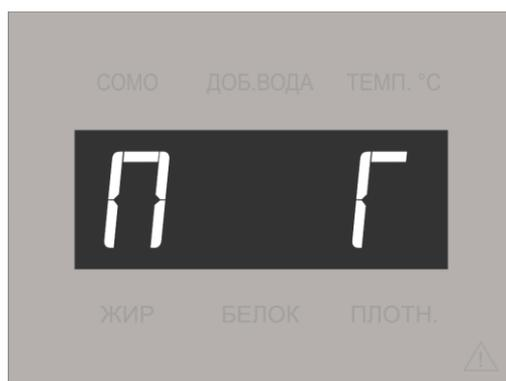

Рисунок 2.12 – Анализатор находится в режиме подкалибровки.
2.6.2.2 Коррекция нулей проводится только на **дистиллированной** воде. Перед началом работ провести три измерения дистиллированной воды в обычном режиме. Затем переключить анализатор в режим коррекции нулей. Для этого временно отключить прибор выключателем, нажать кнопку «Режим» на передней панели и, не отпуская ее, включить прибор. На индикаторе высветится номер прибора, символ "П" (подкалибровка). После этого кнопку «Режим» следует отпустить (рисунок 2.12).